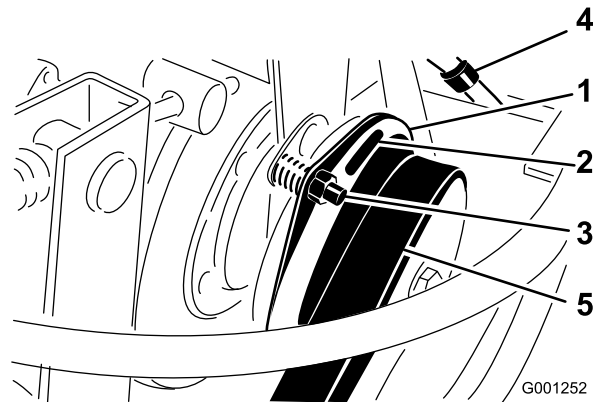

Bild 65
- Stellen Sie den Abstand so ein, dass eine 0,015 Zoll Fühlerlehre mit leichtem Druck zwischen die Kupplungsauskleidung und die Bremsscheibe passt (Bild 65). Sie können den Abstand verringern, indem Sie die Einstellmutter nach rechts drehen (Bild 65). Der maximale Betriebsabstand beträgt 0,76 mm. Stellen Sie alle drei Abstände ein.